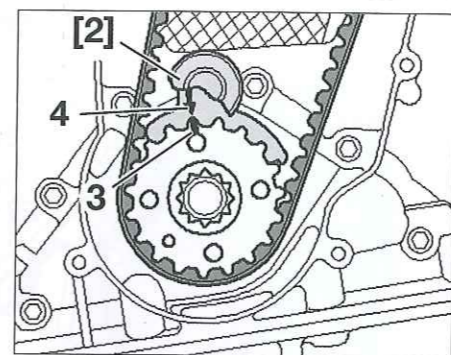

Fig. 6
- Colocar el útil [2] sobre el piñón de cigüeñal. Las marcas (3) y (4) deben coincidir (Fig.6).